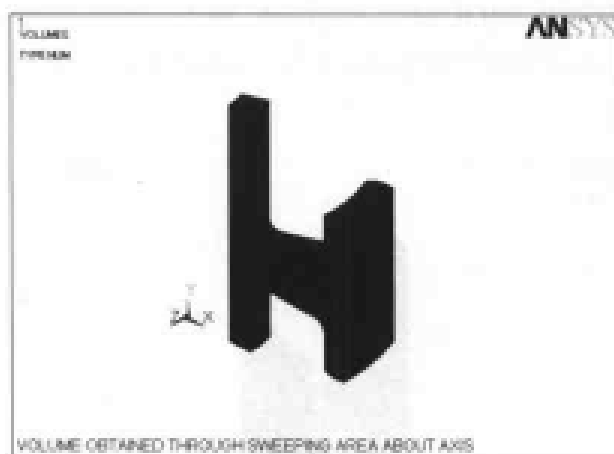

图 10-87 扫掠面生成体结果显示
(29) 选择 Utility Menu | Plot | Volumes 命令, ANSYS 显示窗口将显示扫掠面生成的体, 如图 10-87 所示。